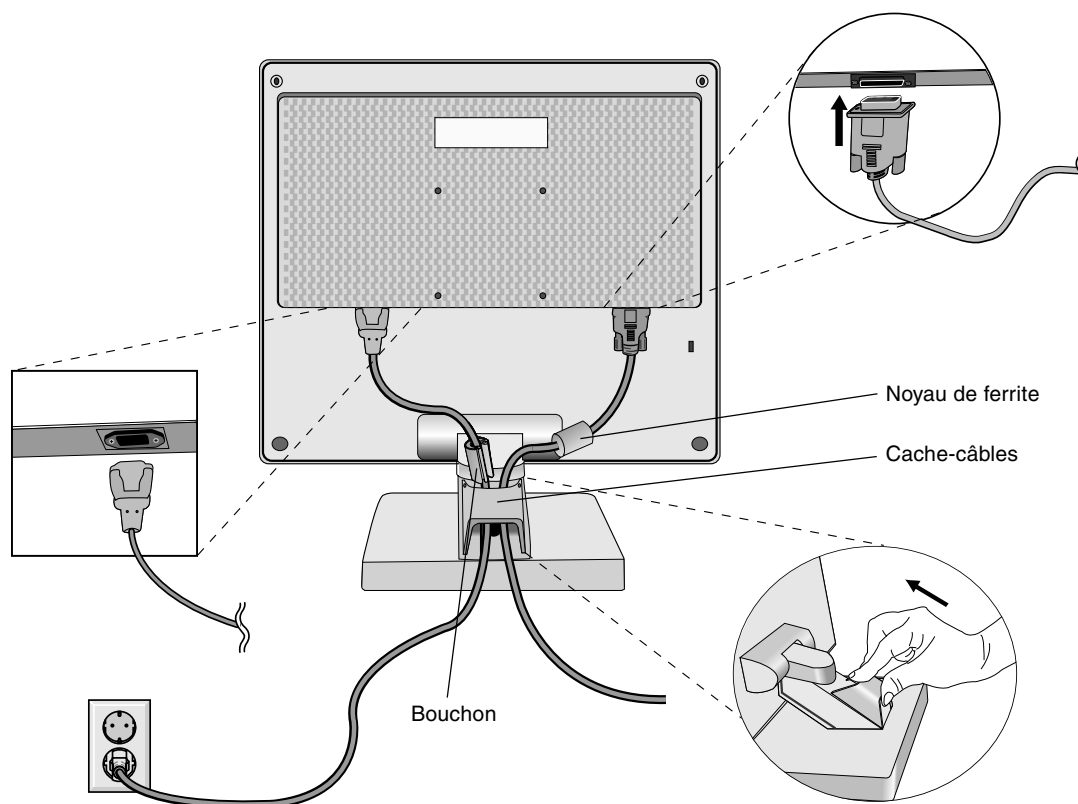

Figure C.1
4. Branchez le mini-connecteur D-SUB à 15 broches du câble vidéo au connecteur approprié à l'arrière du moniteur (**Figure C.1**).
5. Connectez une extrémité du cordon d'alimentation au moniteur LCD1701 et l'autre à la prise de courant. Placez le câble de signal vidéo et le cordon d'alimentation CA sous le couvercle du câble (**Figure C.1**). Reposez le couvercle du câble.
REMARQUE : Réglez la position du câble sous le couvercle du câble pour éviter d'endommager le câble ou le moniteur. Comme indiqué (**Figure C.1**) veuillez régler les câbles pour placer le noyau de ferrite et le bouchon au-dessus du cache du câble.